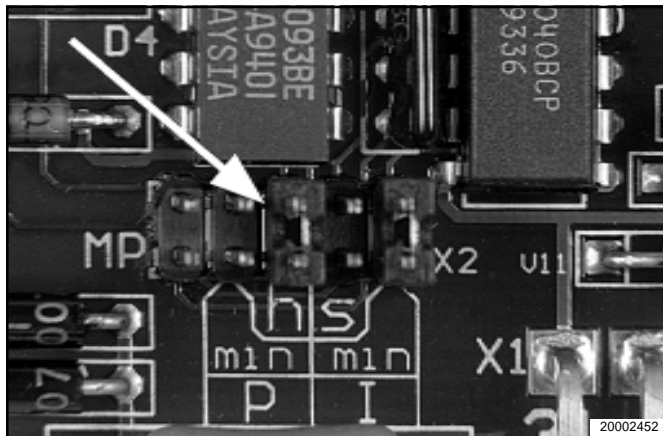

Fig. 19: Forvalg av pausetids skala
*NB For å bytte om på en jumper (Fig. 19 eller 20), må styrekortet taes ut av pumpehuset.*
Valg av skala skjer ved å bytte posisjon for jumper på styrekortet (Fig. 19 og 20) **OBS ! SKAL NORMALT IKKE ENDRES.**